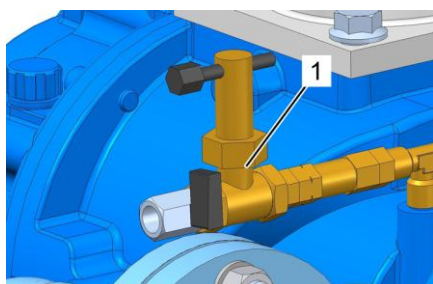

Рис. 59: Шаровой кран
4. Закройте шаровой кран (Рис. 59/1) в шлангопроводе между насосом и компрессором.